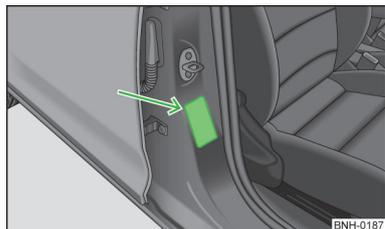

Fig. 13
- Sul montante centrale lato passeggero » fig. 13. L'etichetta è visibile aprendo la porta del passeggero.